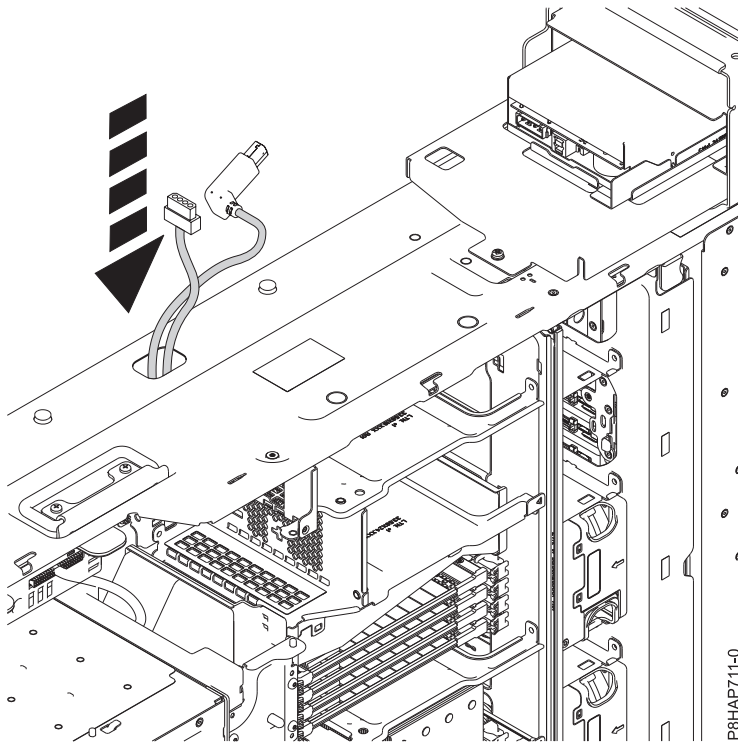

Figura 66. Cómo hacer pasar los cables USB y de la fuente de alimentación de la estación de acoplamiento RDX interna (FC EUA3)
3. Haga pasar los cables USB y de la fuente de alimentación de la estación de acoplamiento RDX interna (FC EUA3) por los orificio de gestión de cables del chasis, tal como se muestra en la Figura 66.